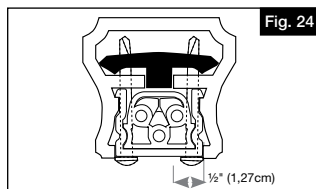

Fig. 24
- b. À l'aide des #10 x 2" (no. 10 x 5,06cm) vis peintes (J), installez par le bas vers le haut deux des vis à travers les emplacements pré trousés. Le support, de la main courante seront ainsi sécurisés les uns aux autres (Figure 24). Répétez pour l'autre extrémité.